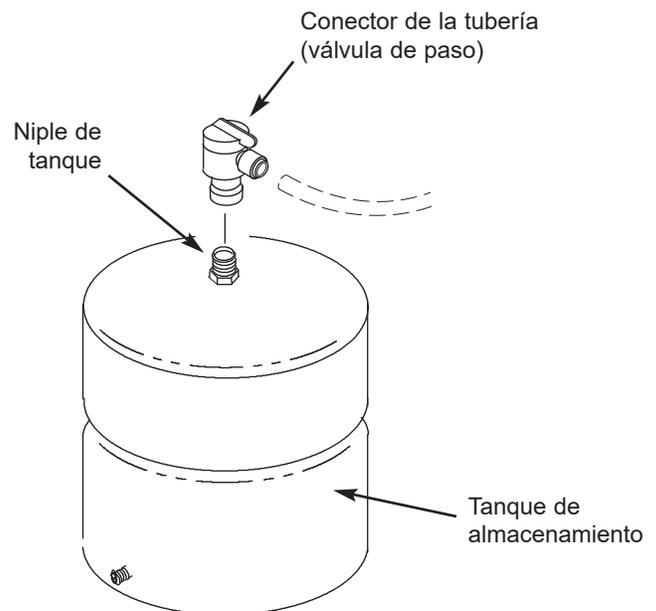

FIG. 13
1. Aplique cinta selladora (2 vueltas hacia la derecha) a las roscas en el niple que se encuentra en la parte superior del tanque. Vea la Fig. 13.
2. Ubique el conector de la tubería. Vea la Fig. 13. Dele lentamente al conector de la tubería en el niple del tanque unas 7 a 8 vueltas completas, para no torcer la rosca ni apretarlo excesivamente.
5. Conecte la tubería amarilla al conector del tanque. Vea las Figs. 13 y 23.